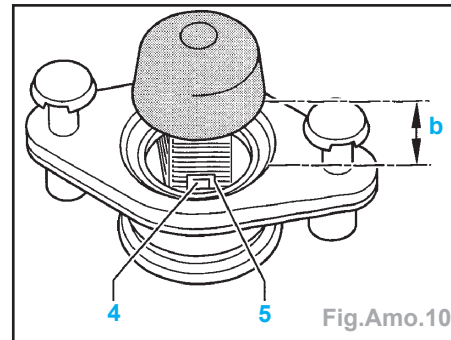

Fig.Amo.10
- Nota :** dans la pièce neuve, la butée élastique de réglage est déjà réglée à la distance de 3 mm. L'âme de séparation (2) trouve appui contre le manchon fileté (1).
- Extraire la glissière d'encastrement puis la réinsérer jusqu'à ce que les cils (4) s'encastrent dans la zone en retrait (5) (Fig.Amo.10).